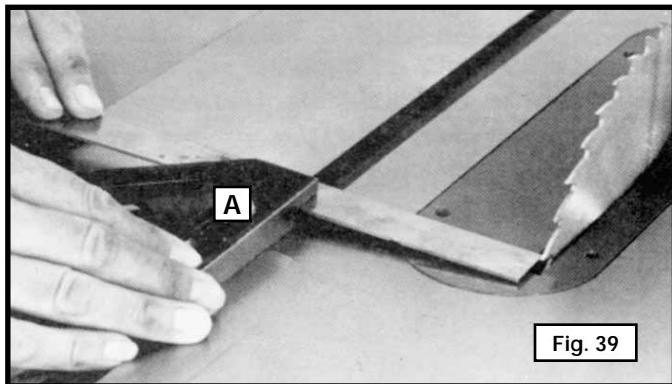

Fig. 39
1. Placer une équerre combinée (A) fig. 39 sur la table avec un bord de l'équerre dans la rainure du guide d'onglet. Régler l'équerre de sorte que la règle touche une des dents de la lame de scie, en position de marche avant (fig. 39). Bloquer l'équerre.